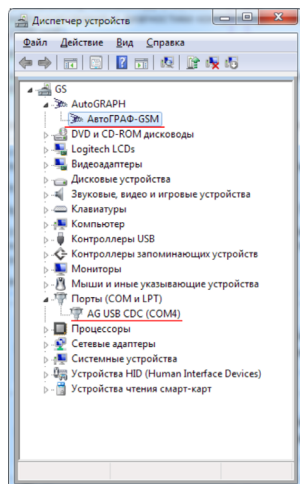

Рис.46. Диспетчер устройств
7. На этом установка драйверов для устройства «АвтоГРАФ» завершена. Прибор готов к работе с ПК (Рис.46).